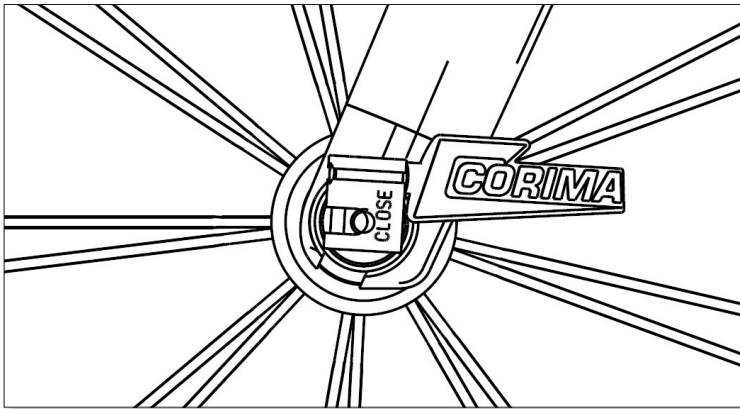

Figura 1
- Empuje la palanca a la posición cerrada y compruebe que la rueda esté bloqueada. La palabra «closed» (cerrada) debería estar visible (**Figura 1 o 2**).